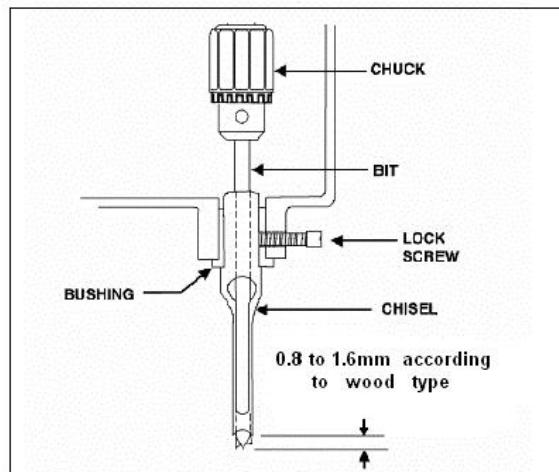

Abb. 7
11. Lösen Sie die Feststellschraube, wie in Abbildung 7 gezeigt .